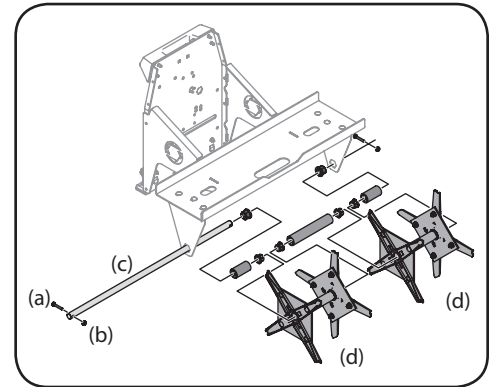

Figura 5-4
2. Extraiga los bulones hexagonales (a) y las tuercas (b) de cada extremo del eje (c) y extraiga con cuidado el eje del centro, para acceder al dispositivo aireador (d). Vea la Figura 5-4.